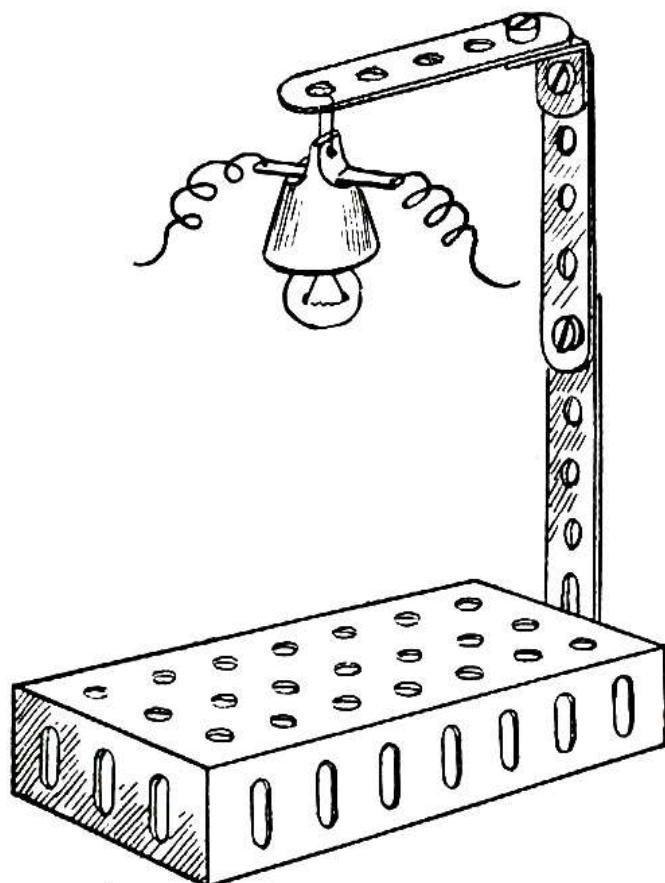

Рис. 4
4. При проведении опытов с электрической лампочкой патрон следует подвешивать на стойке, показанной на рис. 4.